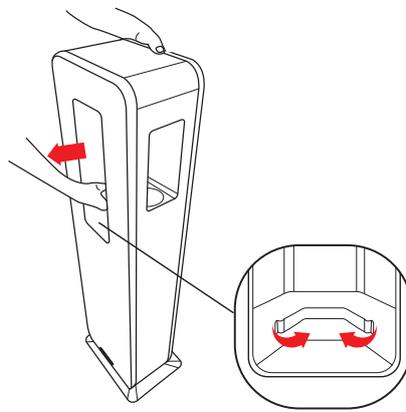
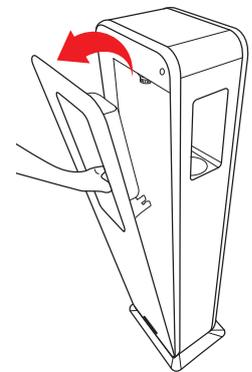

Fig. 1-12
Fig. 1-13
18.3 – Stringere le due levette del porta vaschetta verso il centro e **afferrare il vetro frontale attraverso il foro lasciato libero dalla vaschetta raccogliogocce**, vedi Fig. 1-12, tirare il **vetro frontale** verso l'esterno fino a completa estrazione dello stesso, vedi Fig. 1-13.